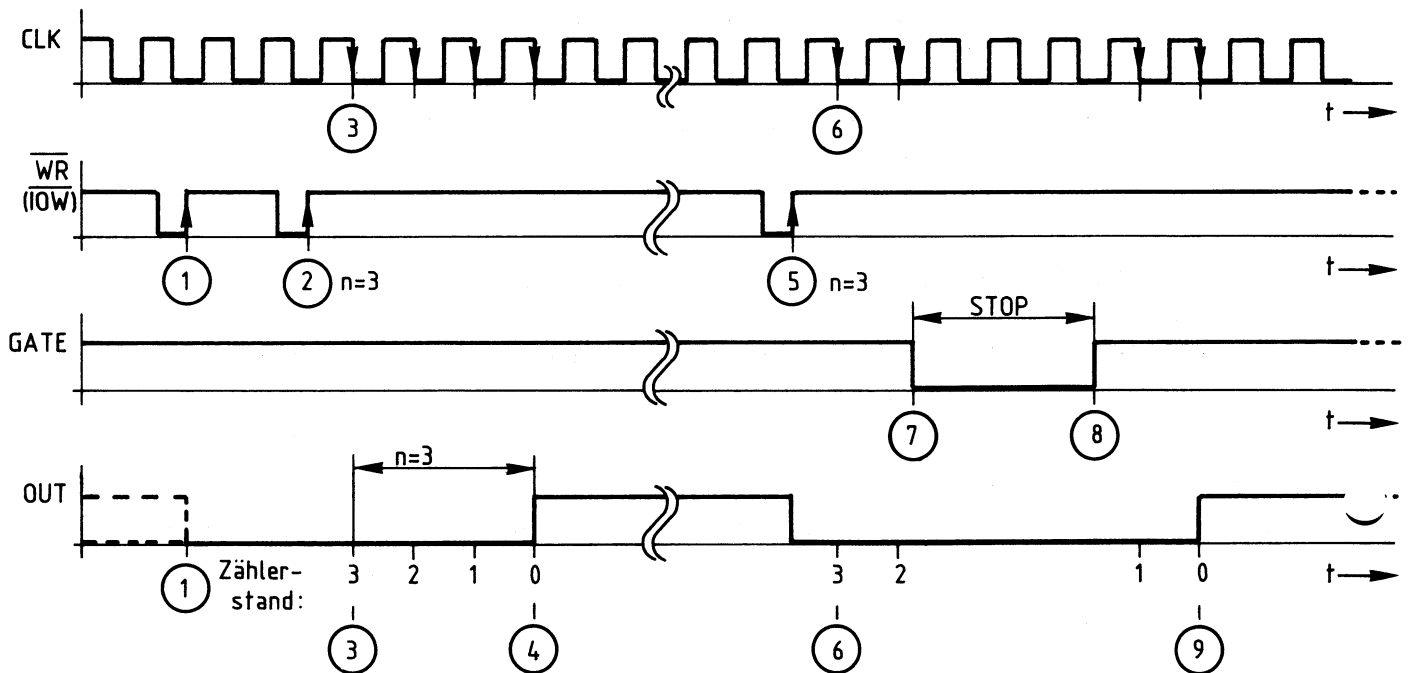

Bild 16: Impulsdiagramm zur Betriebsart 0
Bild 16 zeigt die wichtigsten Zusammenhänge der Betriebsart 0 im Impulsdigramm.
Erläuterungen zu Bild 16:
- (1) Mit der positiven Flanke des $\overline{\text{WRITE}}$ -Signals vom Prozessor (" $\overline{\text{IOW}}$ ") wird das Steuerwort für die Betriebsart 0 in das Status-Register des Bausteins geschrieben. "OUT" führt nun L-Signal. Der Zähler arbeitet noch nicht.
- (2) Nun wird der Zähleranfangswert mit einem oder mit zwei Schreibzyklen (je nach Definition lt. Bild 9) in das Zwischenregister des Zählers (Bild 6) geladen. In Bild 16 wird der Wert "3" mit einem Zyklus geladen.